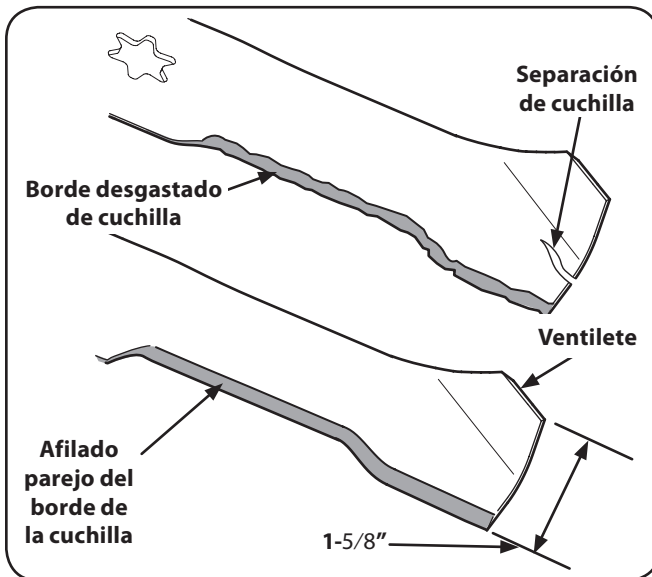

Figure 7-7
- Para afilar las cuchillas de corte de forma adecuada, extraiga cantidades iguales de metal de ambos extremos de las cuchillas a lo largo de los bordes cortantes, de forma paralela al borde de caída, a un ángulo de 25° a 30°. Afíle siempre cada borde de las cuchillas de corte de forma pareja para mantener un equilibrio adecuado entre las mismas. Vea la Figure 7-7.